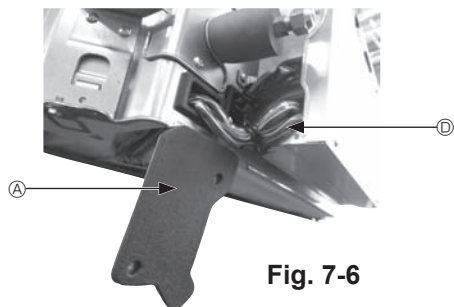

Fig. 7-6
- ① Fjern de to skruer, der holder ledningsafdækningen fast på hovedenheden, og åbn afdækningen.
- ② Før i-See-sensorens og signalmodtagerens ledninger gennem ledningsindgangene i boksen med elektriske komponenter som vist i diagrammet og omkring gennemføringerne på siden af hovedenheden. (Fig. 7-6)